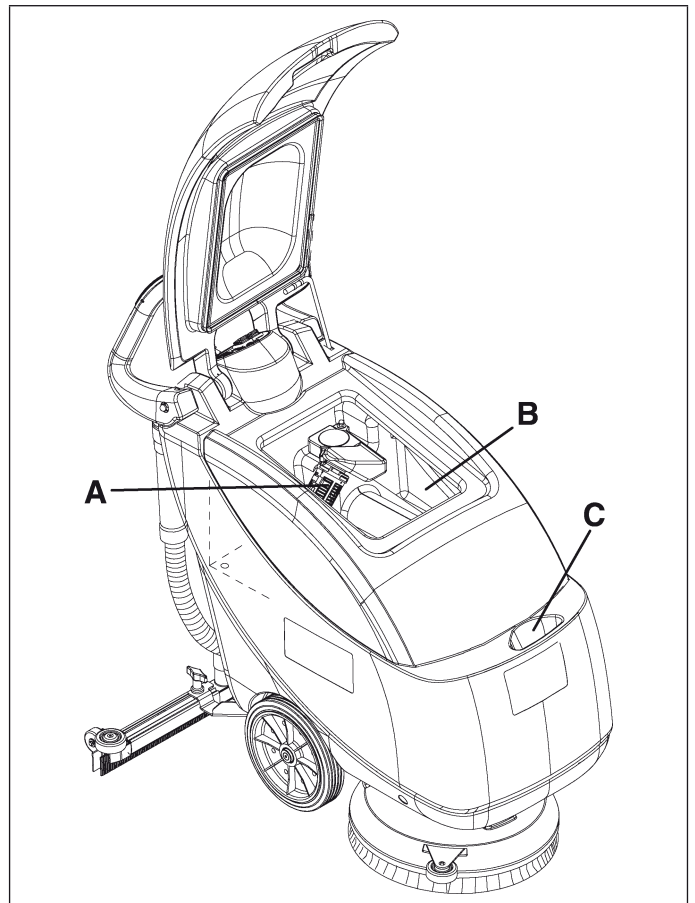

Figure 12
Un sistema de cierre automático de flotador (A, Fig. 12) bloquea el sistema de aspiración cuando el depósito de recuperación (B) está lleno.
Cuando el depósito del agua de recuperación (B, Fig. 12) está lleno, vaciarlo según el procedimiento siguiente.
3. Vaciar los depósitos (B y C, Fig. 12), como indicado en el párrafo precedente.